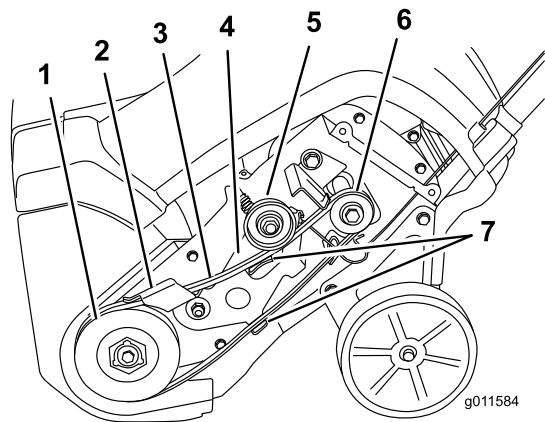

**Figure 30**
1. Enlevez les 4 boulons qui fixent le couvercle de la courroie d'entraînement (Figure 30) en place.